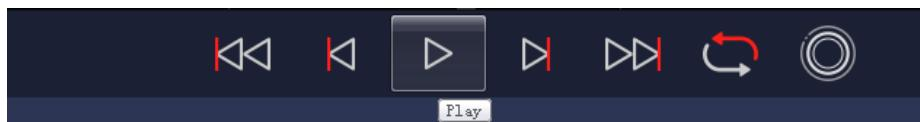

图 C-8 RSView Play 按钮和 Scrub 滑动工具
4. 点击 **Play** 按钮可以播放或者暂停数据。使用 **Scrub** 滑动工具前后滑动可以选择数据中不同位置的帧, 此工具和 **Record** 按钮在同一个工具栏内(图 C-8)